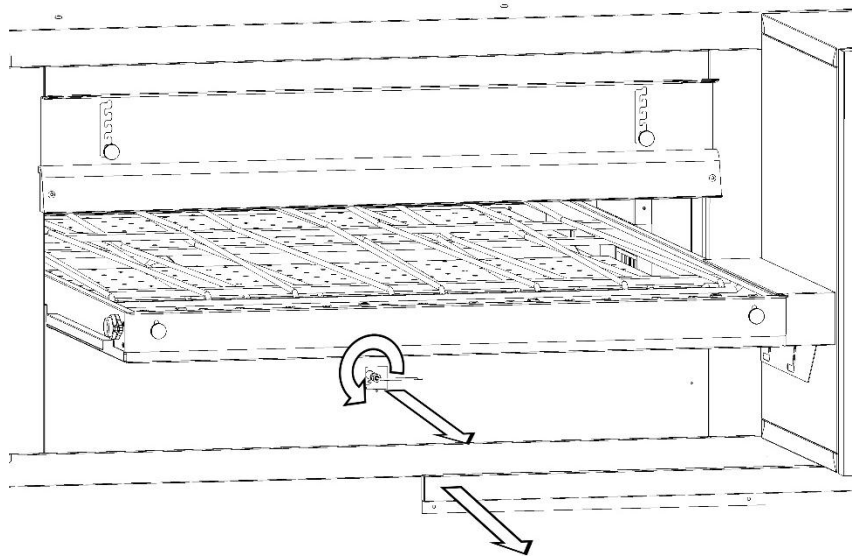

Fig.10B
4. Die Schutzabdeckung der Sonde entfernen (Abb.10B).
5. Mit einem 12er Schlüssel die Montagemutter der Unterlage lösen und die Sonde herausziehen (Abb.10B).